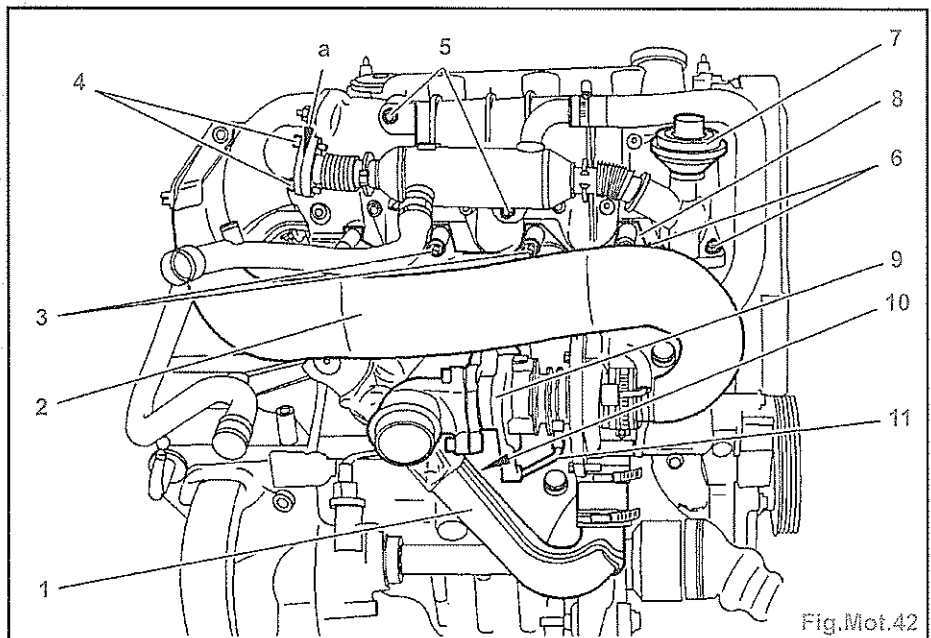

Fig.Mot.42
- Déposer (Fig.Mot.42) :
- le conduit d'entrée du turbocompresseur (2),
- le conduit de sortie du turbocompresseur (1),
- le tuyau d'arrivée d'huile (10) (sur le moteur),
- le retour d'huile (11) (sur le turbocompresseur),
- les écrous (6),
- les vis (5) et (4).
- Soulever et écarter la vanne **EGR** (7).